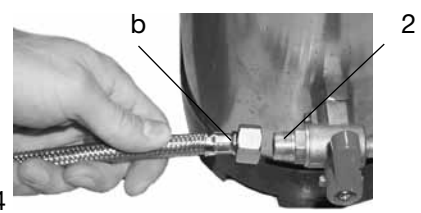

Abbildung 4
2. Verbinden Sie den Schlauch **b** der Ansaugleitung der eingebauten Pumpe mit dem Ventil **2** des Wasserenthärterers (Abbildung 4).